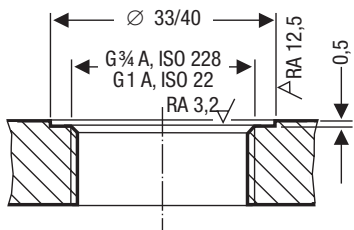

Fig. 13
- Les surfaces d'étanchéité de la bride doivent être parfaitement usinées selon la **Fig. 13** !
7. Contrôler les surfaces d'étanchéité. **Fig. 13**
8. Poser le joint fourni ⑧ sur la surface d'étanchéité du raccord fileté ou de la bride. **Fig. 13**
9. Enduire le filetage de l'électrode ⑩ d'un peu de graisse silicone résistant aux températures élevées (par ex. WINIX® 2150).